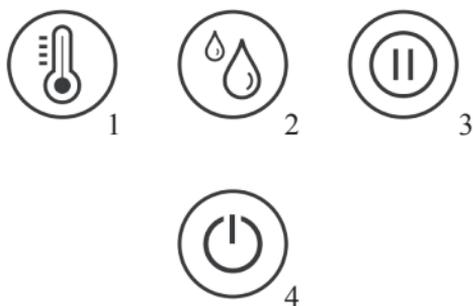
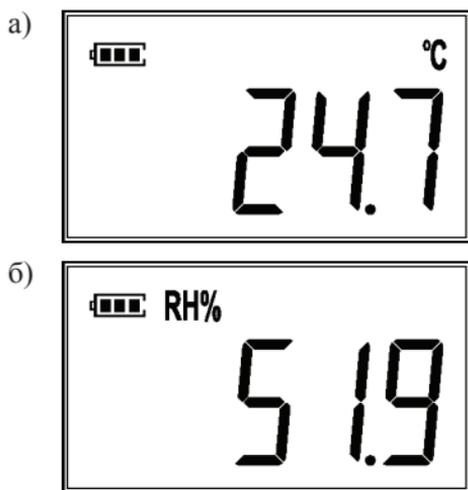

Рис.2 – Кнопки управления
Рис.3 – Расположение символов на ЖК-дисплее
5.6 Переключение каналов измерений производится однократным нажатием на кнопки 1 или 2 (Рис.2).
7.3 Включите прибор однократным нажатием на кнопку (4, Рис.2). После включения прибор перейдет в режим измерения температуры (Рис.3, а).
7.4 Для перехода в режим измерения влажности (Рис.3, б) нужно нажать на кнопку переключения в режим измерения влажности (2, Рис.2). Чтобы вернуться назад в режим измерения температуры нужно однократно нажать на кнопку переключения в режим измерения температуры (1, Рис.2).
7.5 Если в процессе работы необходимо зафиксировать на экране прибора текущий результат измерения, то для этого необходимо нажать на кнопку перехода в режим фиксации (удержания) показаний (3, Рис.2). Повторное нажатие на упомянутую выше кнопку отключает режим фиксации показаний. В режиме фиксации на ЖК-дисплее отображается мигающий